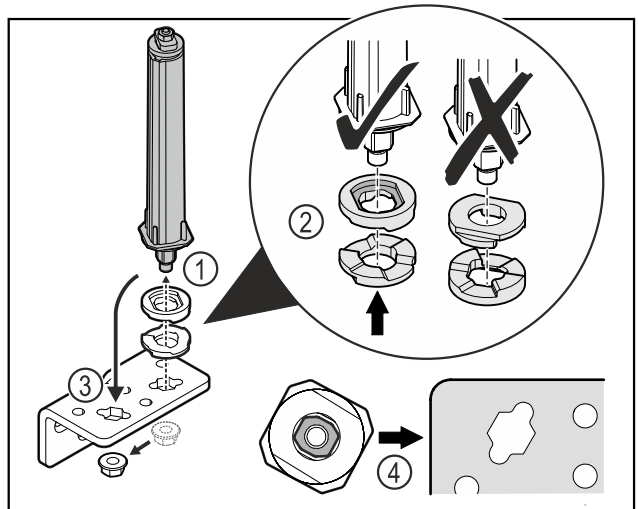

Fig. 27
- Mutter lösen und Türschließsystem entfernen Fig. 27 (1).
- Auf die korrekte Ausrichtung der Höhenverstelleisen achten Fig. 27 (2).
- Türschließsystem im Scharnierwinkel umsetzen und mit der Mutter fixieren Fig. 27 (3).
- Beim Einsetzen auf die korrekte Ausrichtung des Türschließsystems achten Fig. 27 (4).